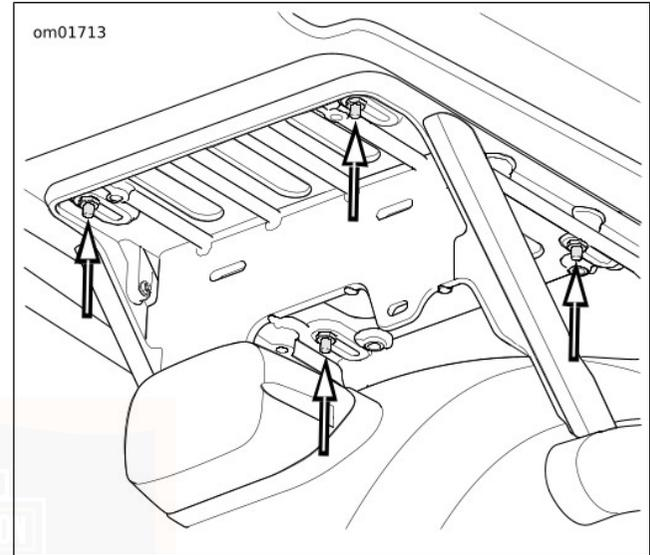

Figure 44. Ajustement de la position du Tour-Pak
1. Voir Figure 44 . Desserrer les quatre écrous qui attachent le Tour-Pak au support.